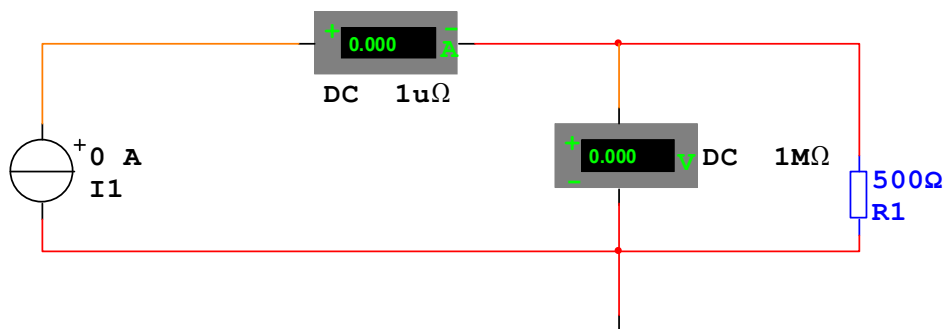

Рис. 1.2.
1.2.5. Соберите схему для проверки закона Ома с генератором тока, приведенную на рис.1.2. Сопротивление резистора **R1** установите 500 Ом.
1.3.2. По результатам измерений пп.1.2.9 – 1.2.12., используя закон Ома для участка цепи с конденсатором для схемы на рис.1.2, рассчитайте экспериментальные значения емкостного сопротивления конденсатора $X_{сэ} = U/I$ (Ом), где U – напряжение на конденсаторе в В, I – ток через конденсатор в А, и сравните эти значения с рассчитанными по формуле $X_{ср} = 1/(2\pi fC)$, f – частота переменного напряжения в Гц, C – емкость конденсатора в Ф. Сделайте выводы о зависимости емкостного сопротивления конденсатора от частоты.